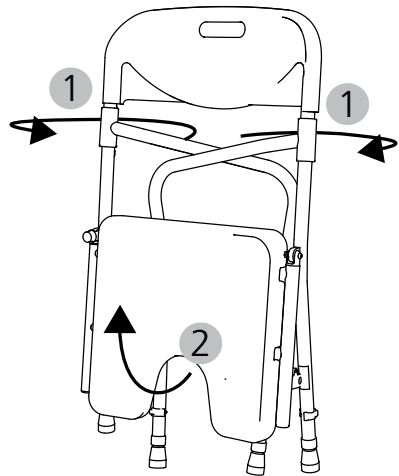

Abb. 11
1. Die Seitenteile an den Armlehnen nach vorne umschwenken (Abb. 11, 1) und leicht geöffnet aufstellen, sodass sich die Sitzfläche ungehindert nach oben klappen lässt (Abb. 11, 2).